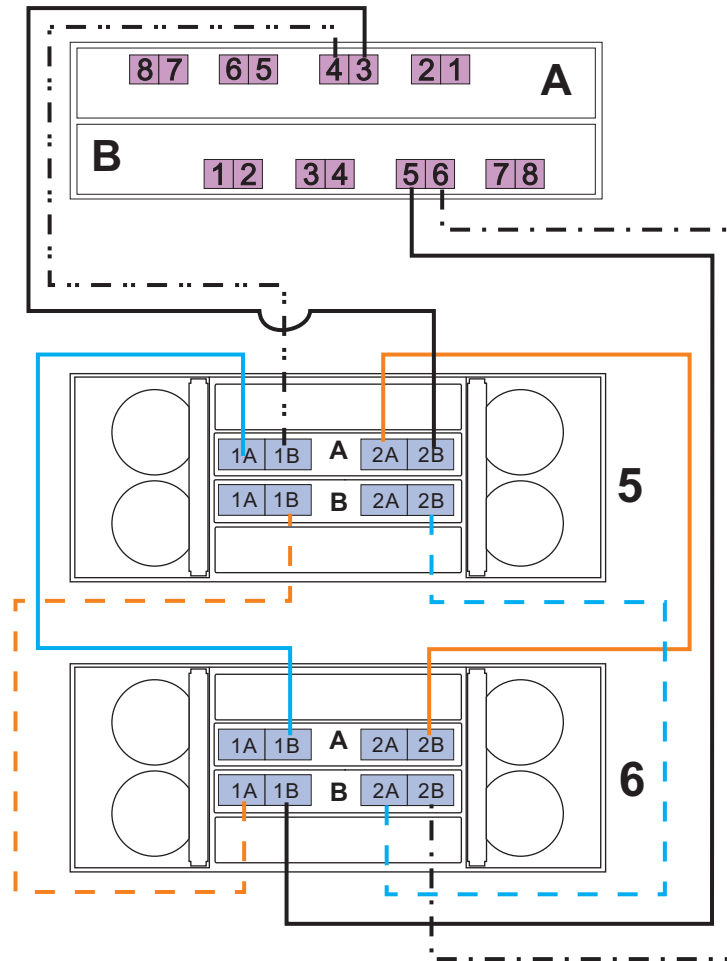

图 79. 用电缆连接 8 个 EXP5060, 并且存储扩展机柜 5 和 6 进行驱动器中继
- 关于存储扩展机柜 5 和 6，请参阅第 119 页的图 79 和第 120 页的表 45